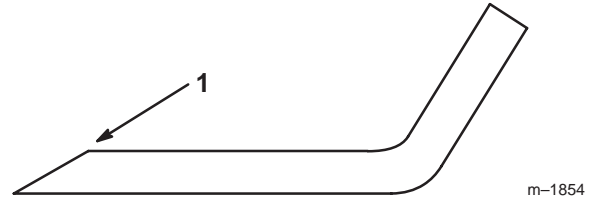

Figure 37
1. Au moyen d'une lime, aiguisez les tranchants aux deux extrémités de la lame (Fig. 37) en veillant à conserver l'angle d'origine. Limez la même quantité de métal sur chacun des deux tranchants pour ne pas déséquilibrer la lame.